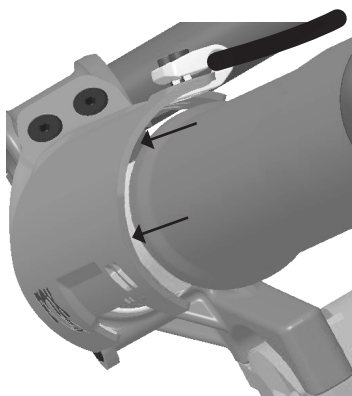
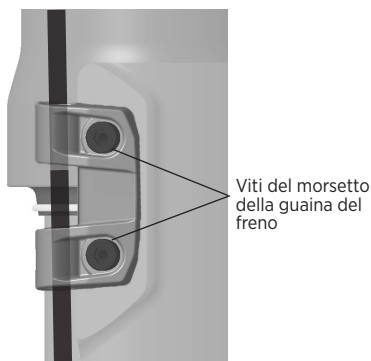

Figura 10: Spazio uniforme all'interno del parastelo per evitare sfregamenti (vista dall'alto)
Figura 11: Serraggio delle viti del morsetto della guaina del freno
6. Infine, controllare che la guaina del freno e il morsetto siano quindi in una posizione che consenta uno spazio uniforme lungo tutto il lato interno del parastelo, onde evitare sfregamenti o attrito (Figura 10). Utilizzare una punta esagonale da 2,5 mm e una chiave dinamometrica per serrare le due viti del morsetto del tubo flessibile del freno a 0,9 N·m (8 in-lb). (Vedere la Figura 11).